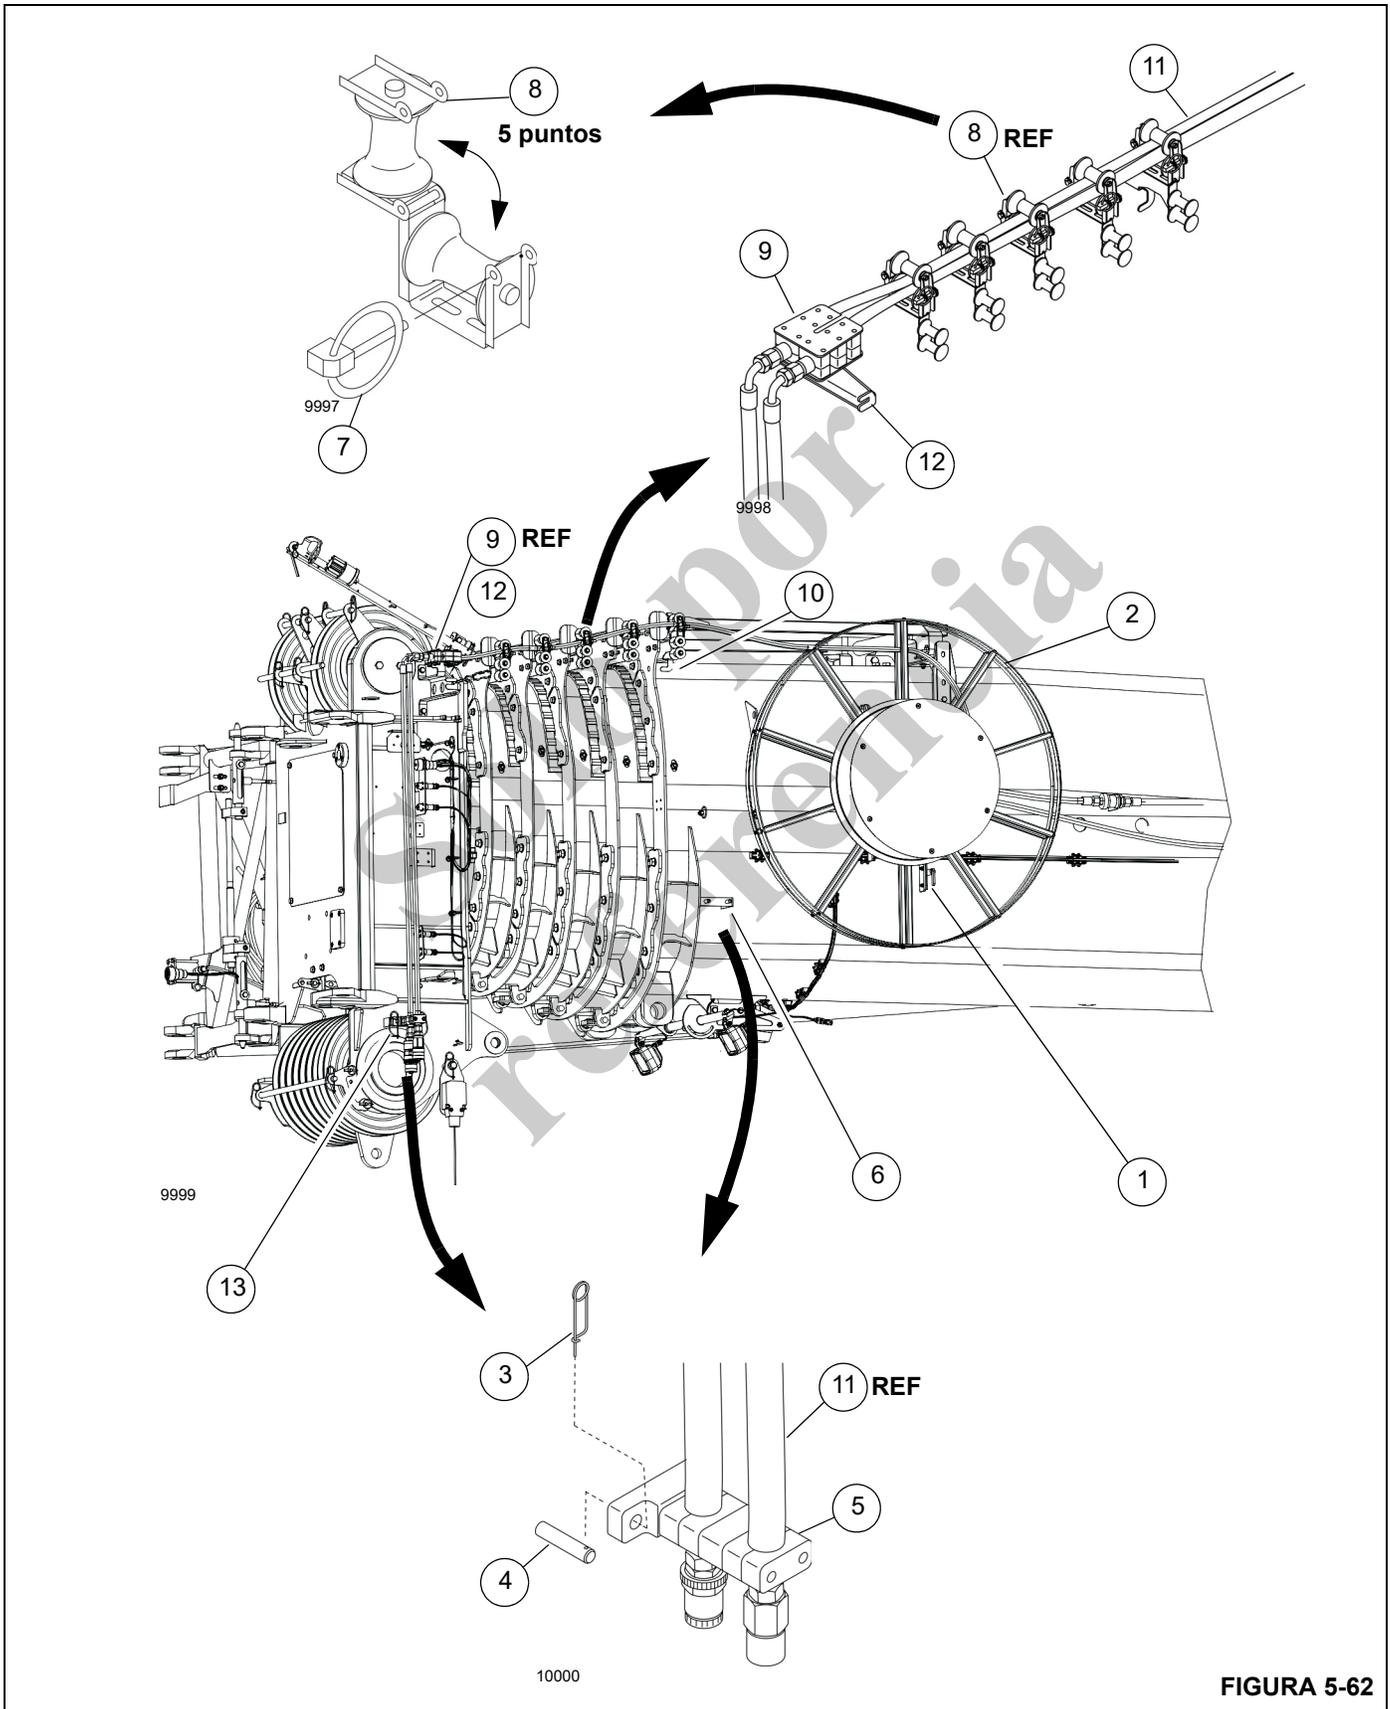

FIGURA 5-62
Si se desconecta el soporte de protección contra tirones (9, Figura 5-62) después de haber soltado el dispositivo de bloqueo, por ningún motivo suelte el soporte antes de haberlo vuelto a conectar. Si suelta el soporte, las mangueras hidráulicas regresarán sin control debido a la fuerza del resorte del tambor de manguera y podrían lesionar a personas o dañar partes de la grúa.
1. Desenganche el pestillo (1, Figura 5-62) para desbloquear el tambor de manguera (2).
2. Retire las pinzas de retención (3) de los pasadores (4) y el soporte del extremo de la manguera (5) del soporte de almacenamiento de la sección de la base de la pluma (6).
3. Retire los pasadores (7) y pliegue las poleas guía (8).
4. Retire el soporte de protección contra tirones (9) de su escuadra de montaje de la sección de base de la pluma (10) y tire de las mangueras hidráulicas (11) hacia la punta de la pluma.
5. Enganche el soporte de protección (9) contra tirones en el soporte de montaje de la punta de la pluma principal (12).
6. Instale el soporte del extremo de la manguera (5) en el soporte de almacenamiento de la punta de la pluma (13) con pinzas de retención (3).
7. Pliegue las poleas guía (8) y asegúrelas con los pasadores (7).
1. Asegúrese de que el dispositivo de bloqueo esté desbloqueado (1, Figura 5-62) y de que el tambor de manguera (2) pueda girar.
2. Retire los pasadores (7) y pliegue las poleas guía (8).
3. Retire las pinzas de retención (3) de los pasadores (4) y el soporte del extremo de la manguera (5) del soporte de almacenamiento de la punta de la pluma (13).
4. Desprenda el soporte de alivio de tensión (9) del soporte de montaje de la punta de la pluma (12) y fíjelo al soporte de montaje de la sección de la base de la pluma (10).
5. Instale el soporte del extremo de la manguera (5) en el soporte de almacenamiento de la sección de la base de la pluma (6). Fije con las pinzas de retención (3).
6. Pliegue las poleas guía (8) y asegúrelas con los pasadores (7).
7. Bloquee (1) el tambor de manguera (2).